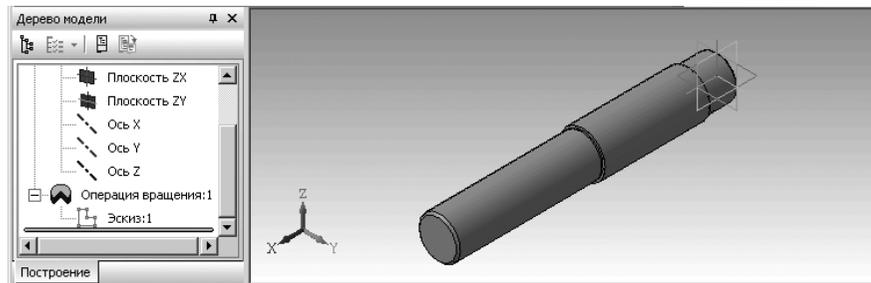

Рис. 2.56. Модель вала в полутоновом представлении
- нажмите функциональную клавишу **F9** для показа всей модели. Появится начальная модель вала, показанная на рис. 2.56.